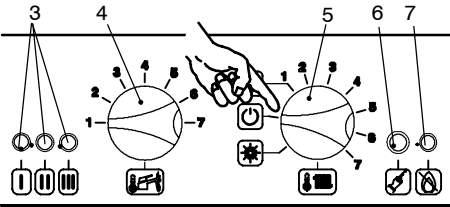

fig. 5.36
- 8 Posizionare il selettore 5 come indicato in fig. 5.36 per uscire dalla programmazione.